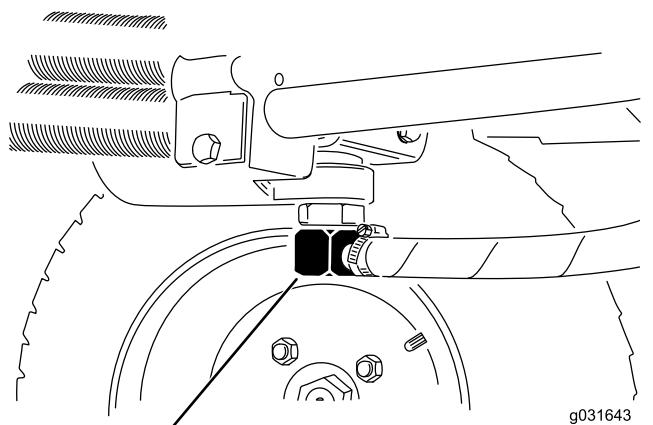

Figura 66
2. Scollegate il tubo idraulico o togliete il filtro idraulico e lasciate defluire il fluido idraulico in una bacinella (Figura 68 e Figura 66).
3. Quando il fluido idraulico cessa di defluire, montate il tubo idraulico (Figura 66).